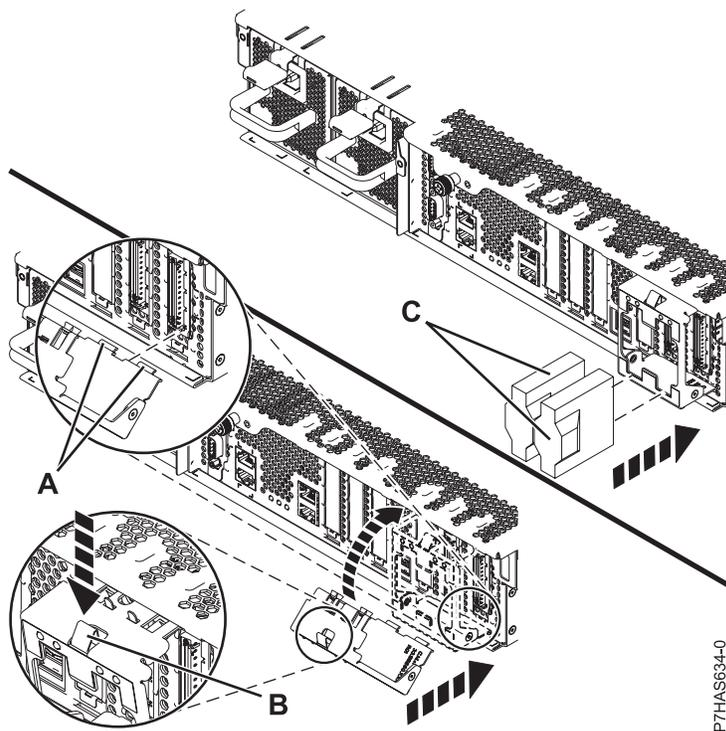

Abbildung 5. Kabelhalterung installieren
16. Wenn die Kabelhalterung **(A)** (siehe Abb. 5 auf Seite 6) bereitgestellt wird, führen Sie die folgenden Schritte aus:
- b. Drehen Sie die Kabelhalterung zum Gehäuse hin und schieben Sie die Halterungsverriegelung (B) in die Gehäuseöffnung, um die Halterung zu befestigen.
17. Schließen Sie an der Rückseite des Systems die Adapterkabel (C) an.